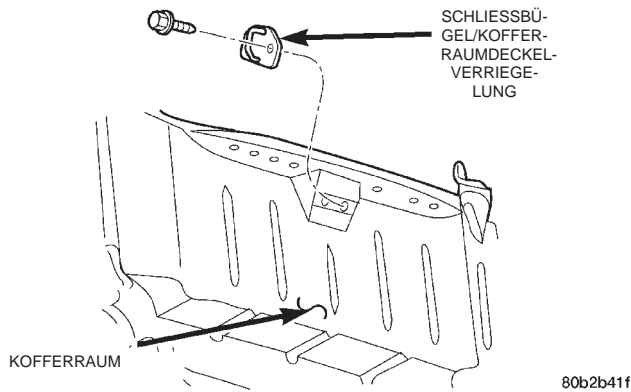

Abb. 20 Schließbügel der Kofferraumdeckel-Verriegelung
- (1) Kofferraumdeckel öffnen.
- (2) Kofferraumdeckel-Auskleidung nach Bedarf abbauen.
- (3) Schraube lösen, mit der der Schließbügel der Verriegelung befestigt ist (Abb. 20).
- (4) Schließbügel vom Fahrzeug abbauen.